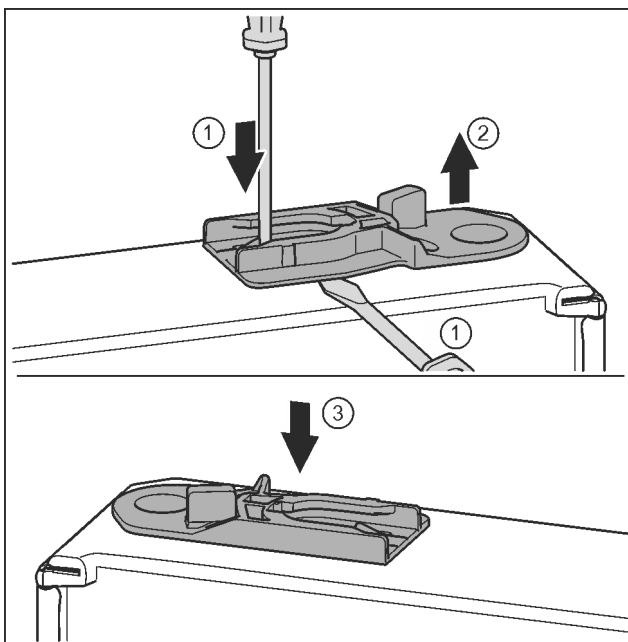

Fig. 32
- ▶ Scoateți bucșa de ghidaj: Apăsați eclisa cu șurubelnița plată și, concomitent, duceți-o cu șurubelnița plată sub bucșa de ghidaj. Fig. 32 (1, 2)
- ▶ Împingeți bucșa de ghidaj atașată în pachetul de livrare pe altă parte a carcasei. Fig. 32 (3)